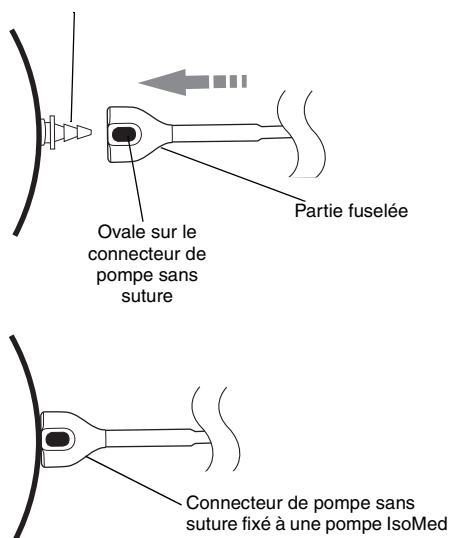

Figure 13. Fixation du connecteur de pompe sans suture à la pompe.
- Positionner le port du cathéter de la pompe dans l'alignement de l'ouverture du connecteur de pompe sans suture au niveau du site de la poche de la pompe (Figure 13).
Appuyer fermement le connecteur de pompe sur le port du cathéter jusqu'à ce qu'il recouvre entièrement celui-ci (Figure 13 à la page 30). Le connecteur s'enclenche.
- Serrer fermement sur les marques ovales figurant sur le connecteur de pompe (Figure 13 à la page 30).
- Tout en serrant, appuyer doucement le connecteur de pompe sur le port du cathéter jusqu'à ce qu'il recouvre entièrement celui-ci (Figure 13 à la page 30). Le connecteur s'enclenche.
- a. Placer le pouce et l'index exactement sur les marques ovales figurant sur les deux parties plates du connecteur (Figure 13 à la page 30).